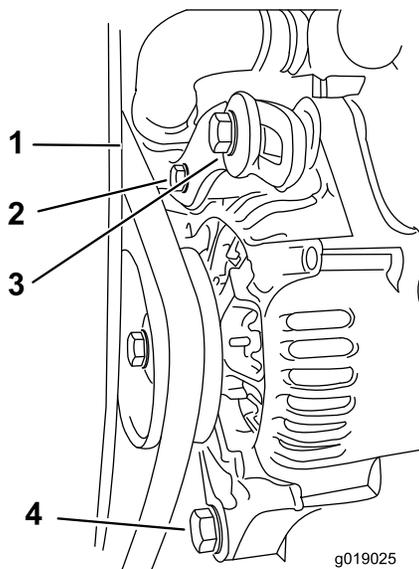

Figura 37
1. Presione la correa con el dedo pulgar en la zona indicada para comprobar la tensión (Figura 37).